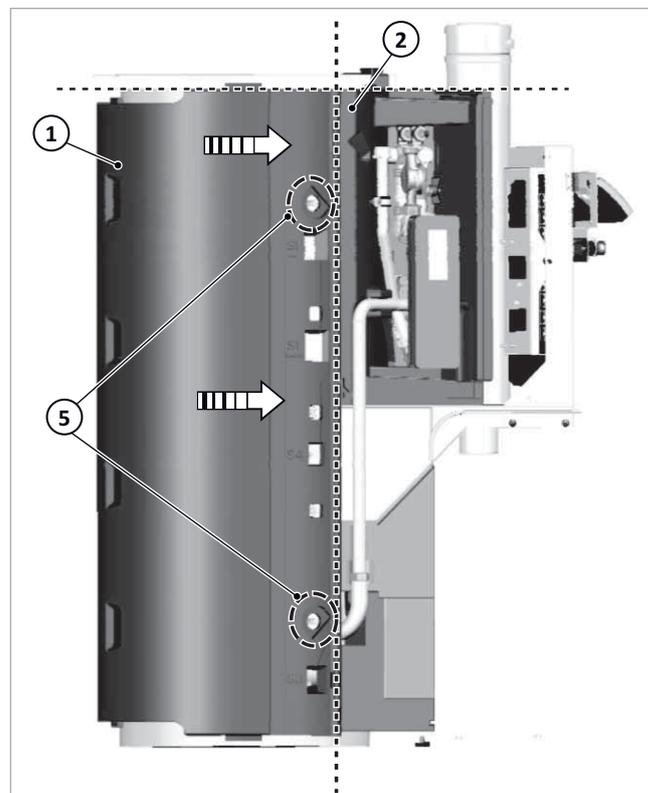

Fig. 15: Posizionamento dell'isolamento posteriore del contenitore
3. Per mezzo di un disco angolato (3) e di una vite (4) fissare l'isolamento al contenitore nella parte superiore ed inferiore → fig. 15 (5).
- chiusura diritta superiore dell'isolamento posteriore del contenitore → Fig. 15 (1) con l'isolamento delle stazioni (2)
- a livello in direzione perpendicolare rispetto all'isolamento delle stazioni → Fig. 15(2) e all'isolamento della flangia.